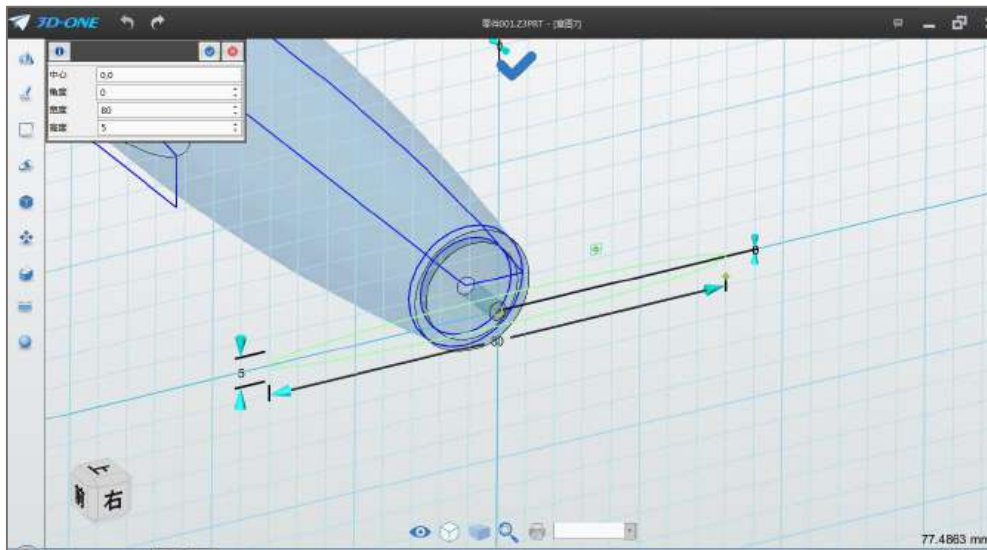

图 2-8
Step 8 中心点选择圆面圆心，角度设为 0，宽度设为 80，高度设为 5，如下图 2-8 所示：